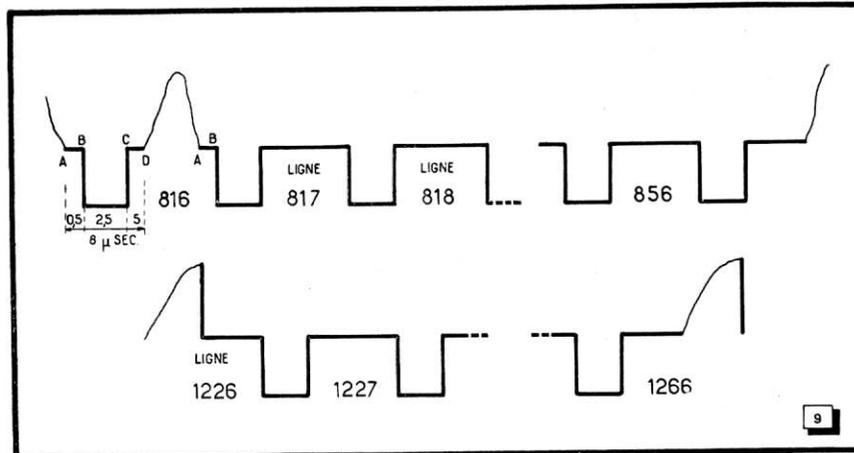

Fig. 9. — Extraits des signaux de synchronisation. En haut, fin d'une image (première demi-image paire). En bas, fin de la troisième demi-image (impaire).
L'émission prévoit, pour la durée d'une ligne, entre la fin de la modulation image et le commencement du signal de synchronisation, un tout petit palier (partie AB, fig. 9). Si, par exemple, une ligne se termine par un blanc très cru, correspondant donc à un maximum de
Profitons de ces photos pour montrer l'existence réelle d'une donnée théorique que vous n'ignorez pas. Nos deux petites flèches sur la photo (22) montrent bien que la première ligne d'une image ne commence pas au bord gauche, mais bien vers le milieu. De même, la dernière ligne de l'image précédente n'atteint pas le bord droit. C'est là une conséquence directe de l'exploration par demi-images, comme le montrent très exactement nos figures 9 et 10.